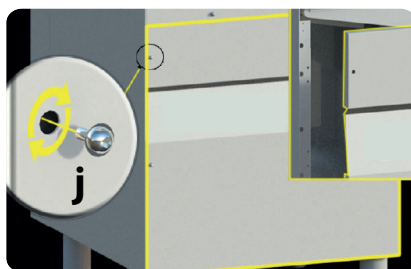

Fig. 10
- Enlever le panneau sous la porte pour accéder au compartiment technique, en enlevant les vis. (position **j** - voir **Fig. 10**).